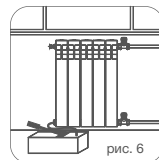

рис. 6
- 8.6. Гидростатическое давление в системе отопления не должно превышать значения, указанного в паспорте (рис. 6). По фактическим показаниям приборов в эксплуатации.